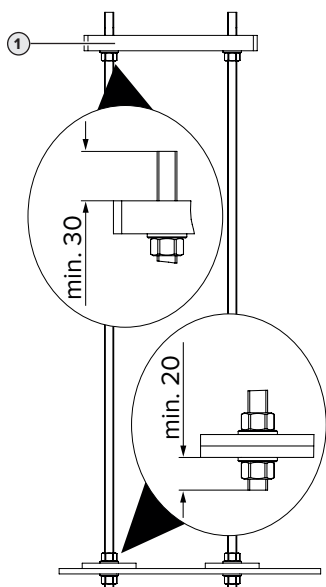

Fig. 3: Posición de las arandelas y las tuercas [mm]
- Asegure cada uno de los aceros planos con una tuerca y una arandela teniendo en cuenta Fig. 3. Al hacerlo procure que el set para la fijación de fundamentos esté alineado horizontalmente.
- Monte la placa de fundamentos y/o adaptadora correspondiente **(1)** (disponible como accesorio) teniendo en cuenta Fig. 3 en el set para la fijación de fundamentos.